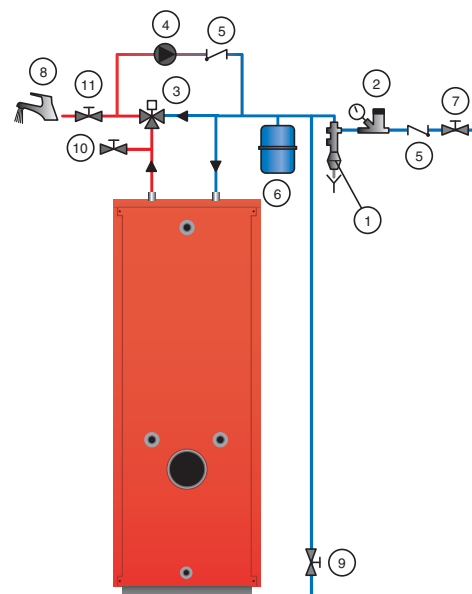

fig. 17 : Raccordement sanitaire
1. Remplir le circuit sanitaire en ouvrant les vannes 7 et 8 et le mettre sous pression. (fig. 17 page 13)